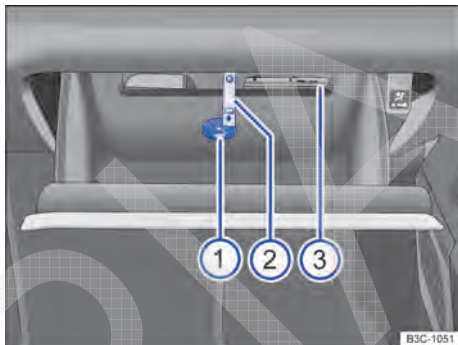

Fig. 143 Porta-luvas aberto.
O compartimento da literatura de bordo encontra-se no porta-objetos basculante superior ⇒ Fig. 143 ③.